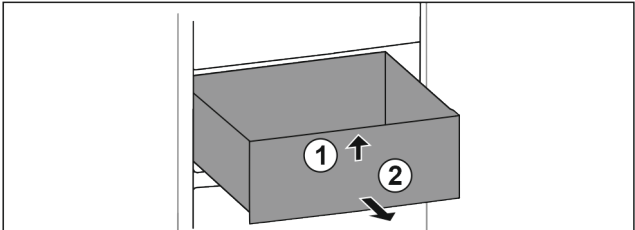

Fig. 88
- Soulever la partie avant du tiroir. Fig. 88 (1).
- Retirer le tiroir par l'avant. Fig. 88 (2)